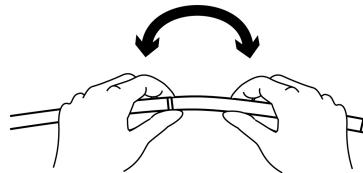

図2
- 7.受動湾曲部の両端を把持し、軽く曲げ、受動湾曲部が滑らかに曲がることを確認すること（図2参照）。